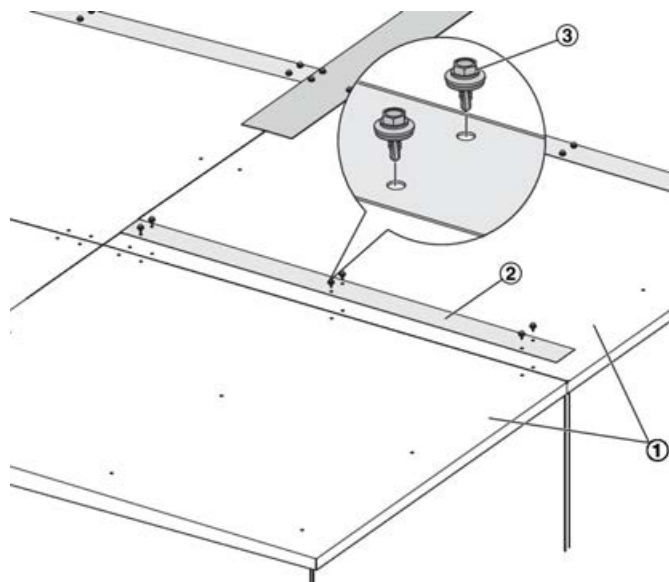

Fig. 17: Unión de los segmentos del techo
- ① Segmentos del techo
- ② Tiras de cubierta
- ③ Tornillos autoperforantes con arandelas de sellado
- ④
- ▶ Conecte todas las juntas entre los segmentos del techo (Fig. 17 /1) con rieles de cubierta (Fig. 17 /3), y fije los rieles de cubierta con tornillos de perforación (Fig. 17 /4).